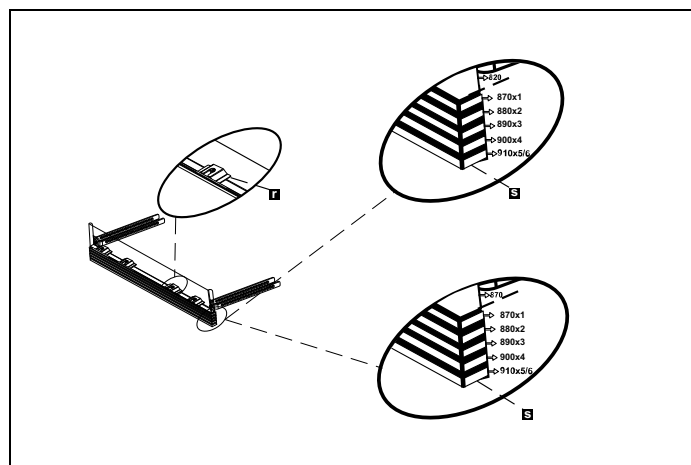

Fig. 20
- 3) Como se muestra en la Fig. 20, los pies cilíndricos del zócalo ajustable se fijan a las piezas metálicas de fijación del zócalo y se insertan a través de la cavidad de la pieza.